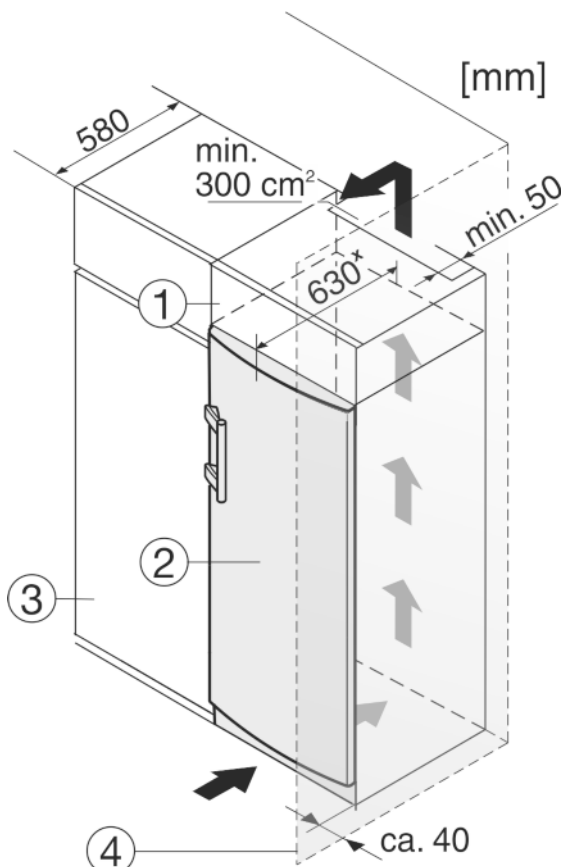

Fig. 12
- (1) Szafka nasadzana (2) Urządzenie (3) Szafka kuchenna (4) Ściana
Urządzenie może zostać obudowane szafkami kuchennymi. Aby dopasować urządzenie Fig. 12 (2) do wysokości ciągu szafek kuchennych, można nad urządzeniem umieścić szafkę nasadzaną Fig. 12 (1).
W przypadku obudowania szafkami kuchennymi (głębokość maks. 580 mm) urządzenie można ustawić bezpośrednio obok szafki kuchennej Fig. 12 (3). Urządzenie wystaje z boku o 34 mm * i na środku urządzenia o 50 mm * w stosunku do frontu szafek kuchennych.
Jeżeli urządzenie będzie ustawiane z zawiasami do ściany Fig. 12 (4), to pomiędzy urządzeniem i ścianą należy zachować minimalny odstęp, wynoszący 40 mm. Na taką odległość wystaje klamka przy otwartych drzwiach.